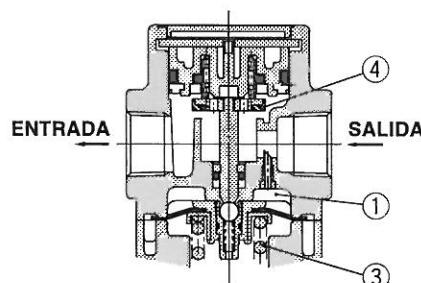

Figura 2 Flujo inverso
Cuando la presión de entrada se cierra y se evaca, la válvula antirretorno (2) se abre y la presión de la cámara del diafragma (1) se evaca hacia el lado de entrada (figura 2).
Esto hace descender la presión en la cámara de diafragma (1) y la fuerza generada por el muelle del regulador de presión (3) hace ascender el diafragma. La válvula (4) se abre a través del vástago y la presión de salida se descarga hacia el lado de entrada (figura 2).